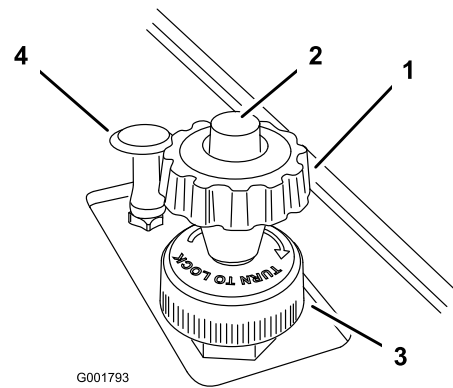

Bild 23
2. Drücken Sie die Taste oben am Handrad des Geschwindigkeitsbegrenzers und ziehen Sie es nach oben, bis Sie fühlen, dass es das Fahrpedal berührt. Lassen Sie die Taste dann los (Bild 23).
4. Nach dem Einstellen können Sie das Handrad an dieser Einstellung arretieren. Drehen Sie den Sperrring unten am Geschwindigkeitsbegrenzer nach rechts, bis er stoppt (Bild 23). Drehen Sie zum Lösen der Arretierung den Arretierungsring nach links, bis er lose ist.